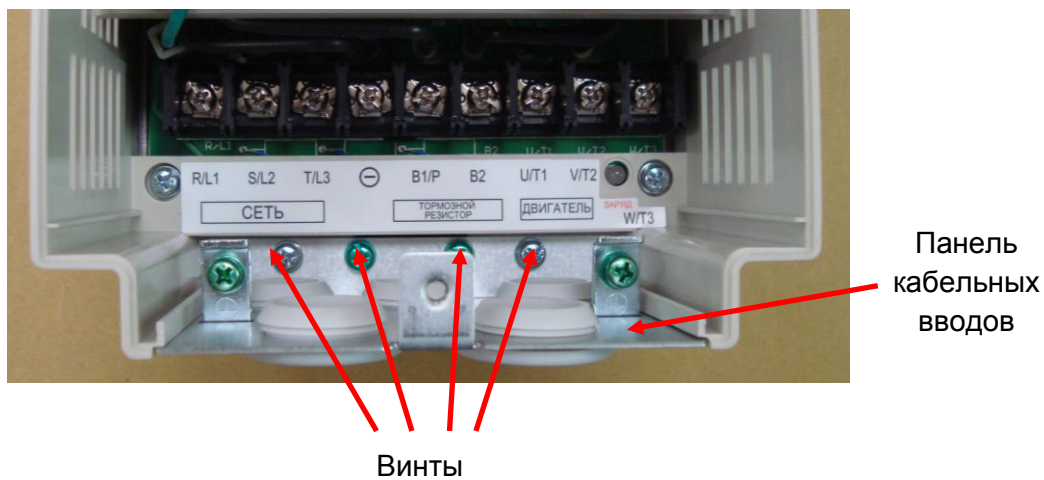

Рис. 7.10
7.4.4. Установить панель кабельных вводов и закрепить ее четырьмя винтами (рис. 7.10). Обратить внимание, что средние два винта должны иметь зеленое покрытие.